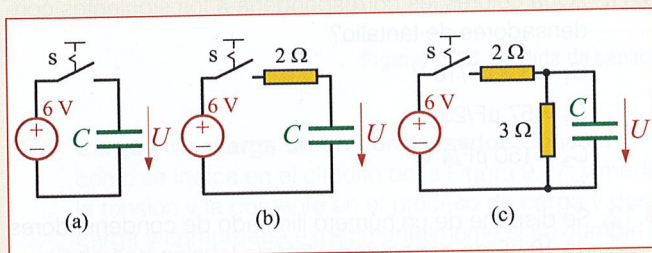

Figura 9.29.
9.2. Halla la tensión que adquieren los condensadores de cada uno de los circuitos de la Figura 9.29, al cabo de un tiempo suficientemente grande, una vez cargados, después de cerrado el interruptor s.